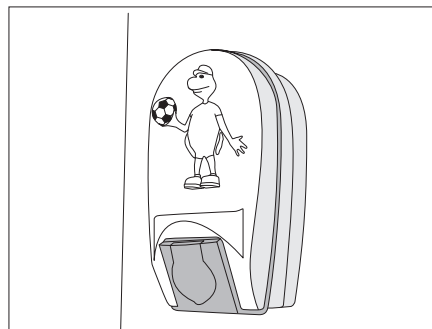

Bild 181 Belysning barnsäng
- Tryck samman skyddet på belysningen vid barnsängen (Bild 181) lätt och ta av det.